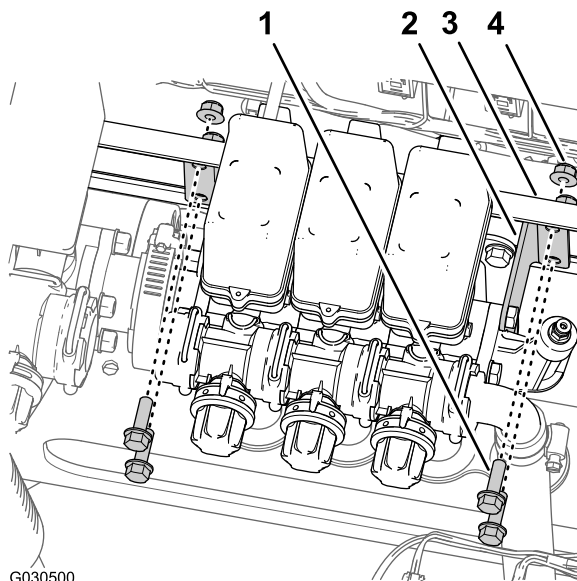

Figura 63
5. Retire os quatro parafusos de cabeça flangeada (5/16 x 1 pol.) e as quatro porcas de bloqueio flangeadas (5/16 pol.) que prendem os suportes de montagem em cada extremidade das três válvulas de secção da rampa à montagem do coletor (Figura 63).